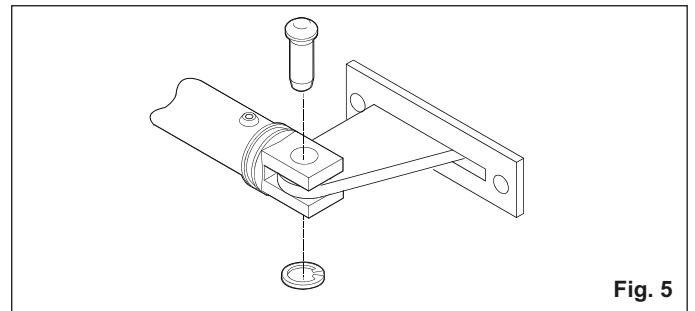

Fig. 5
7. Montar o engate dianteiro na haste como na fig. 5.